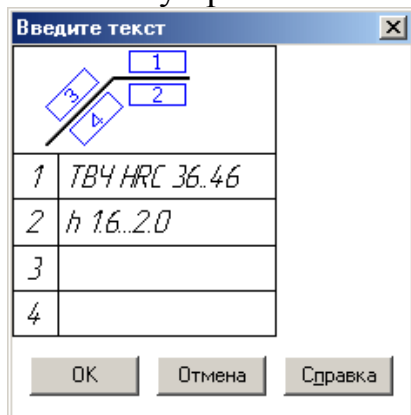

Рис. 52
- щелчком на кнопке **Параметры** панели специального управления вызовите диалоговое окно и установите тип линии – простая стрелка (рис. 52);